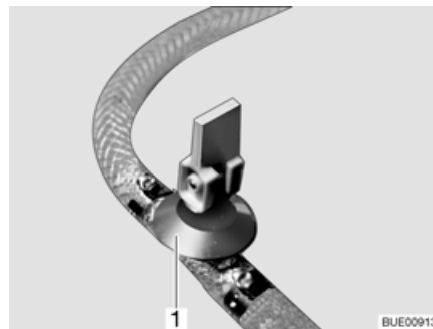

Fig. 163 Robinet de vidange
- Fermer le(s) robinet(s) de vidange. Placer le levier à bascule (Fig. 163,1) en position horizontale.
- Ouvrir le(s) robinet(s) de vidange (Fig. 163). Pour cela, placer le levier à bascule (Fig. 163,1) en position verticale. Le chauffe-eau se vide à l'extérieur.